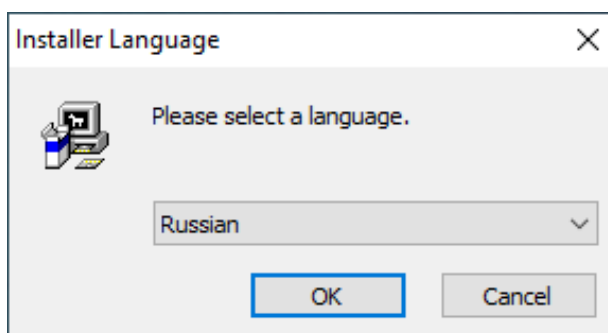

Рисунок 1 - Выбор языка установки
2. Выберите язык установки – Russian (Рисунок 1).